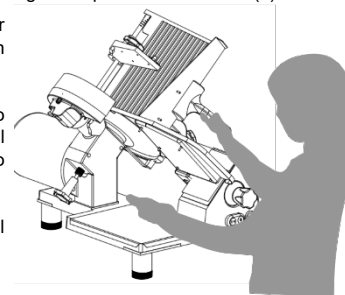

FIG 6. POSICIÓN DE TRABAJO
5.- Encienda el equipo presionando el interruptor (7), la luz piloto se encenderá avisando que el equipo está operando.
6.- Tome la posición correcta de trabajo a un lado de la rebanadora (Fig. 6), y ahora usted ya puede comenzar a rebanar el producto; La plancha cuenta con un ángulo de 45° lo cual facilita el deslizamiento del producto reduciendo el esfuerzo al operar. Mantenga siempre el disco afilado (2)
8.- Al finalizar, siempre apague (7) y desconecte el equipo. Como medida extra de seguridad, ajuste el recorrido de la plancha al mismo nivel que el disco de tal forma que cubra el filo del mismo y así prevenir algún incidente.
9.- Coloque el pisón (15) en su posición original por debajo del carro (4).